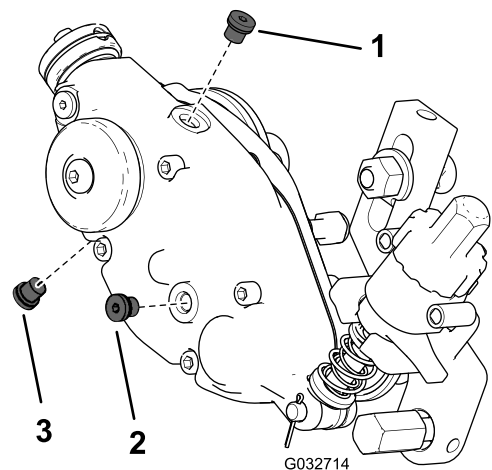

Figure 22
2. Retirez le bouchon de vidange au bas du carter (Figure 22).
3. Retirez le bouchon de contrôle de niveau sur le côté du carter pour créer une aération et faciliter la vidange de l'huile (Figure 22).
7. Retirez le bouchon de remplissage en haut du carter (Figure 22).